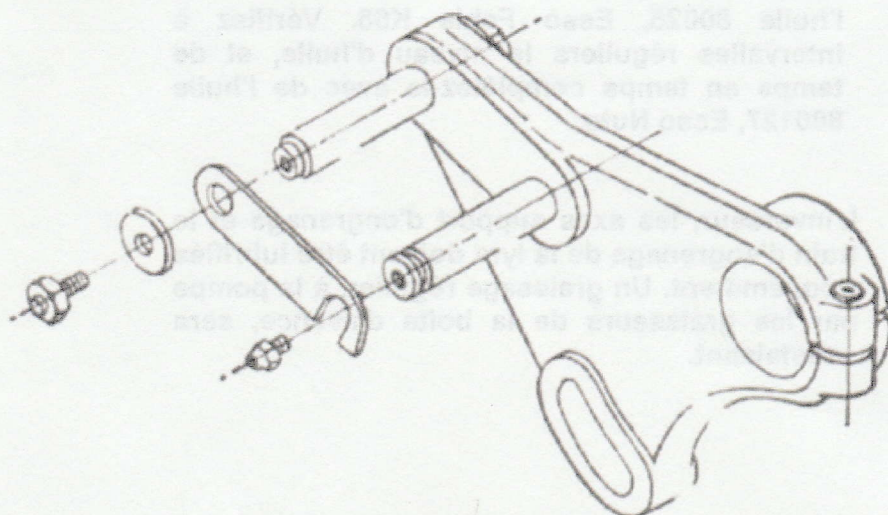

Fig. 2. LYRE STANDARD
N.B. Lors du remplacement de la lyre (page 6 fig. 5) ou d'un retour à une installation standard (page 3 fig. 2) il peut être nécessaire de ré-installer dans le bon ordre le pignon de tête, les pignons intermédiaires, menants et mené sur leur axes respectifs (voir le paragraphe 22 de la page 15) et le pignon de boîte.